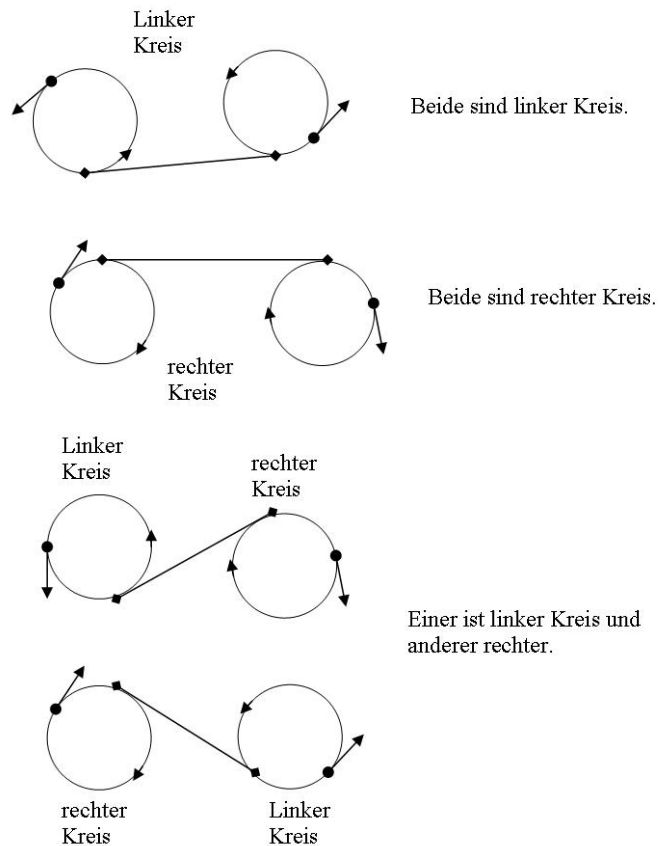

Abbildung 3: Auswahl der Tangenten
- Wenn ein Kreis ein linker und der andere ein rechter Kreis ist, ist die innere Tangente zu berechnen (Abb. 3).